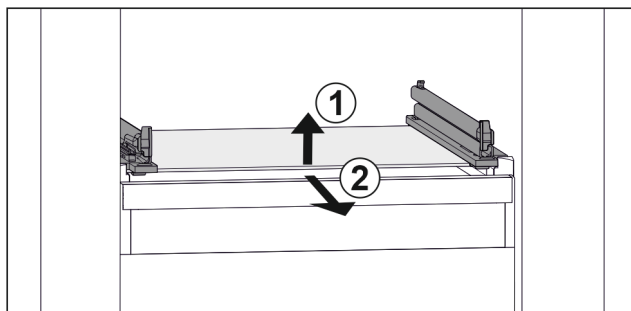

Fig. 133 Примерно изображение на стъклената плоча
- ▶ Повдигнете стъклената плоча отпред. Fig. 133 (1)
- ▶ Извадете стъклената плоча напред. Fig. 133 (2)